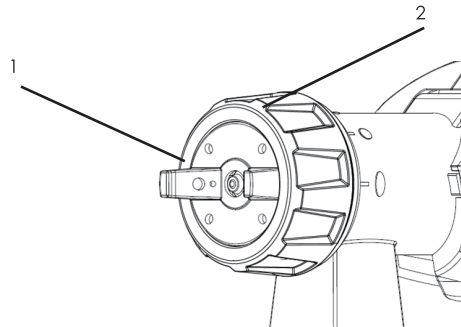

Abb.4
4) Ajuste la configuración de pulverización necesaria (Fig. 4)